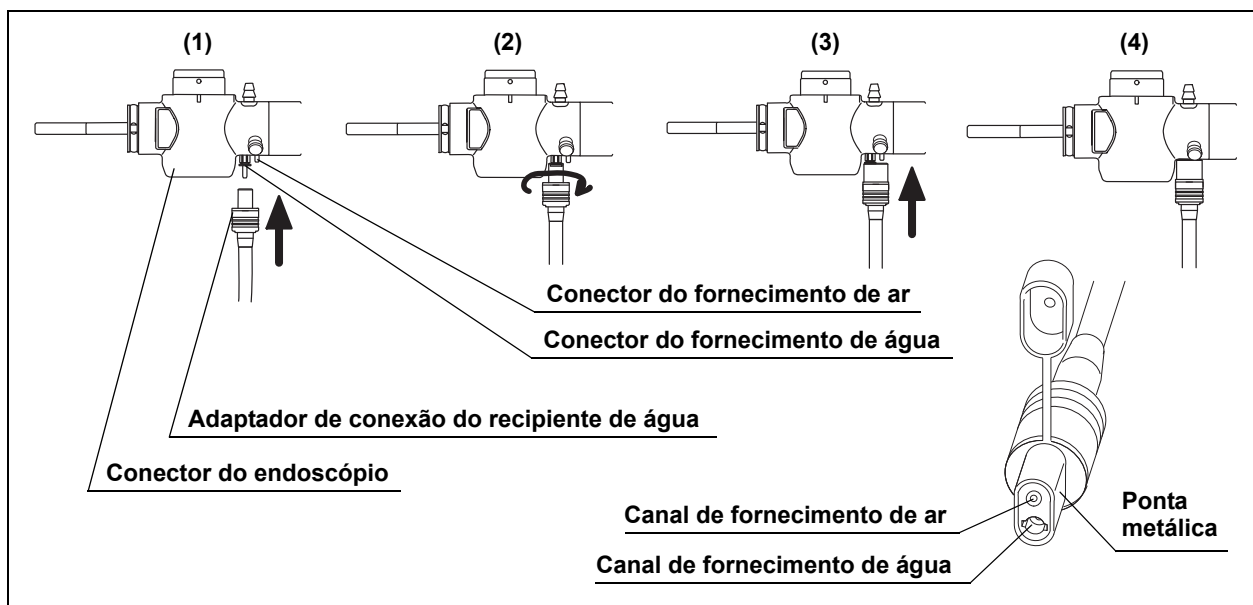

Figura 3.14
3. Coloque o canal de fornecimento de água do recipiente de água no conector de fornecimento de água do conector do endoscópio com um ângulo de 90° e pressione até parar (consulte Figura 3.14 [1]).
4. Gire o adaptador de conexão do recipiente de água 90° para a direita para alinhar o canal de fornecimento de ar com o conector de fornecimento de ar do conector do endoscópio (consulte Figura 3.14 [2]).
5. Pressione o adaptador de conexão do recipiente de água novamente até parar (consulte Figura 3.14 [3]).
6. Certifique-se de que o adaptador de conexão do recipiente de água fica devidamente encaixado e de que não é possível rodá-lo (consulte Figura 3.14 [4]).